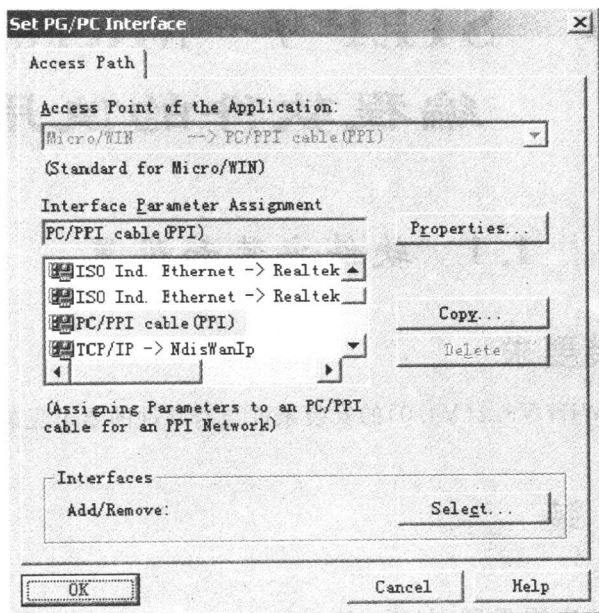

图 1-3 Set PG/PC Interface 对话框
③ 安装过程中,会出现 Set PG/PC Interface 对话框,单击 OK 按钮,如图 1-3 所示。